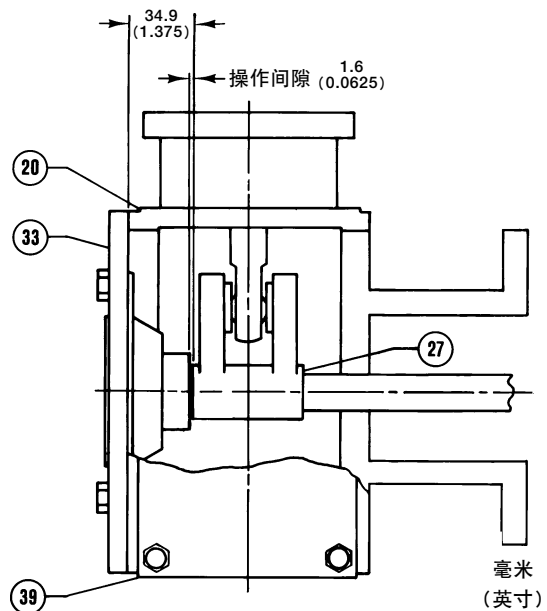

图 4. 杠杆操作间隙
- 应查阅相应的阀门指导手册的“安装”部分有关杠杆/阀轴的方位标记, 并将杠杆轻轻放进合适的位置 (见图 4)。用帽螺钉 (件 28) 夹紧。